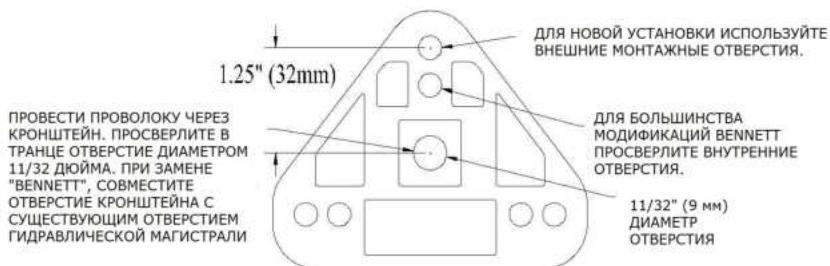

Рис. 3
- Для новой установки пробейте или просверлите 3 крайних отверстия в верхнем монтажном кронштейне актуатора. Для модернизации Bennett пробейте самые внутренние монтажные отверстия верхнего кронштейна в соответствии с существующим рисунком отверстий Bennett (см. рис. 3).
- Используйте рис. 3 в качестве схемы, чтобы просверлить отверстие диаметром 11/32 дюйма (9 мм) для прохода кабеля актуатора через транец. Другим вариантом было бы просверлить отверстие такого же размера в верхней точке входа на транце и использовать герметик.